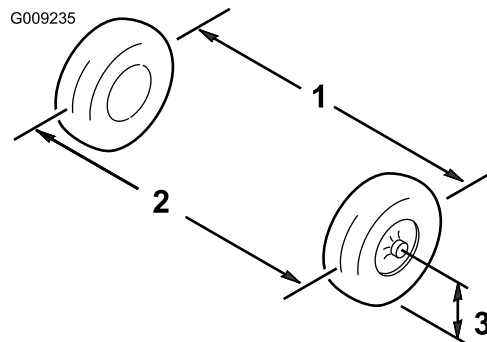

Figura 34
6. Misurate la distanza tra i pneumatici anteriori all'altezza dell'assale, davanti e dietro le ruote (Figura 34).